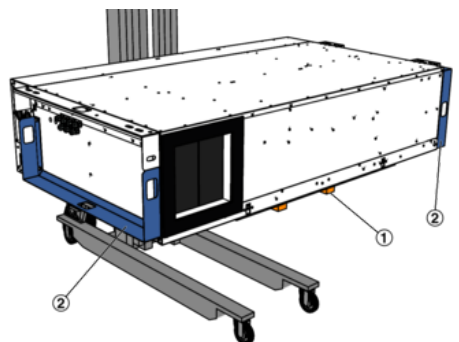
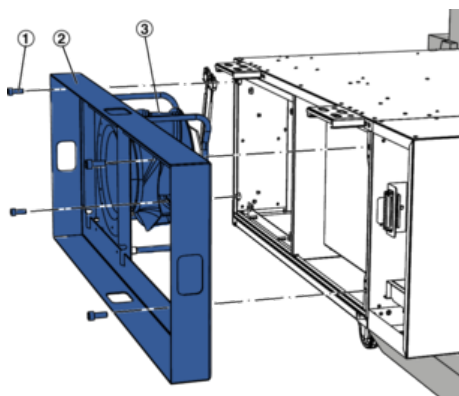

Abb. 6: Bauteil 1 auf Montagelift legen
Abb. 7: Transporthilfen mit Ventilator
2. ▶ Den Montagelift (Abb. 6/1) an die Stelle fahren, an der die Deckenmontage erfolgen soll. Bauteil 1 mit den Deckeln nach unten auf den Montagelift legen. Hierbei beachten, dass die lackierte Oberfläche des Gerätes nicht beschädigt wird zum Schutz z.B. Pappe zwischen Lift und Gerät legen.
3. ▶ An beiden Stirnseiten von Bauteil 1 die Transporthilfen (Abb. 6/2) demontieren. Dazu die Schrauben (Abb. 7/1) lösen und die Transporthilfen entnehmen. An der Trennstelle wird dabei auch der Ventilator (Abb. 7/3) mit aus dem Gerät gezogen. Den Ventilator und Schrauben für die spätere Montage lagern. Die Schrauben der Transporthilfe wieder im Gerät einschrauben.